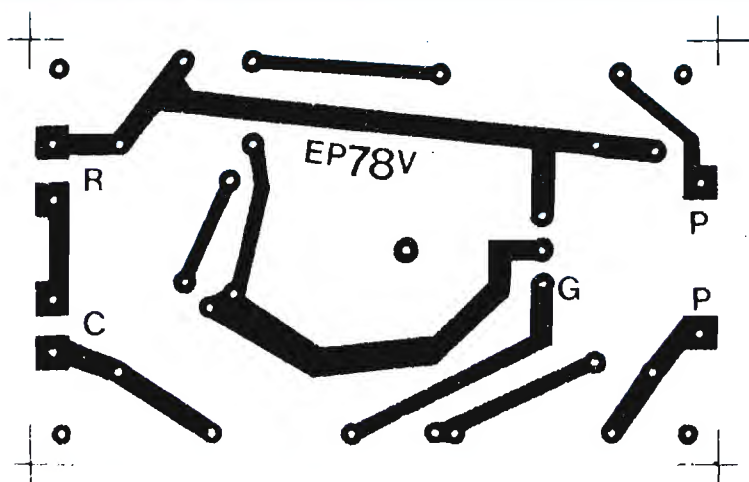

Fig. 5 - Disegno in grandezza naturale del circuito stampato contenuto nel kit del regolatore di potenza.
Fig. 5 - La maggior parte dei diodi al silicio di produzione attuale può essere adottata per realizzare il sistema di protezione degli strumenti di misura descritto in queste pagine. Nel disegno riportiamo alcuni di questi componenti, così come essi si presentano nella loro versione esterna. Si notino le varie indicazioni e gli elementi di riferimento che contraddistinguono l'elettrodo di catodo (K) da quello di anodo (A).